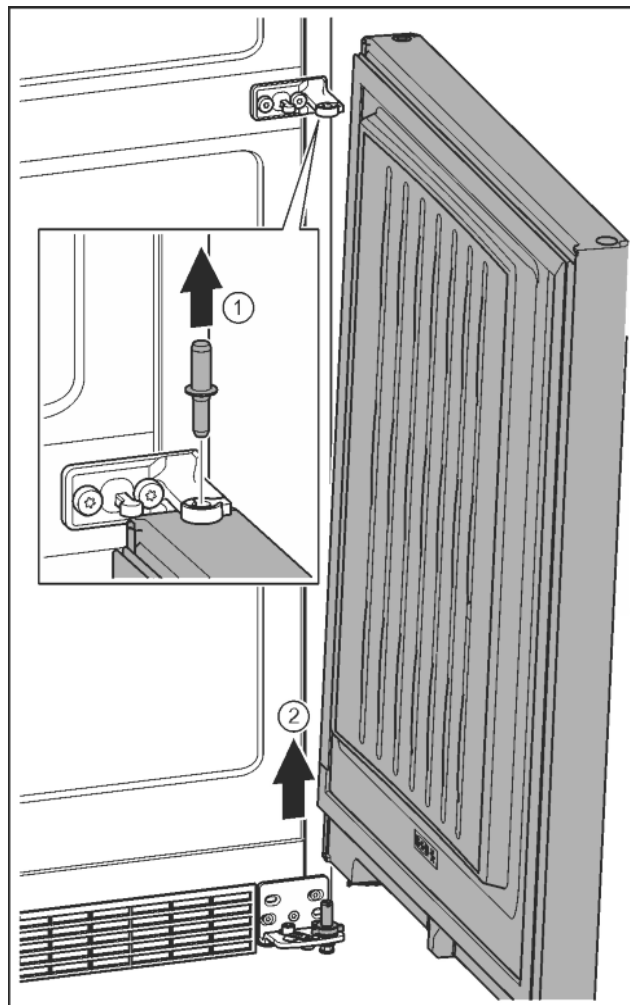

Fig. 12
- ▶ Издърпайте болта нагоре. Fig. 12 (1)
- ▶ Завъртете навън вратата, издърпайте я нагоре и я сложете настране. Fig. 12 (2)